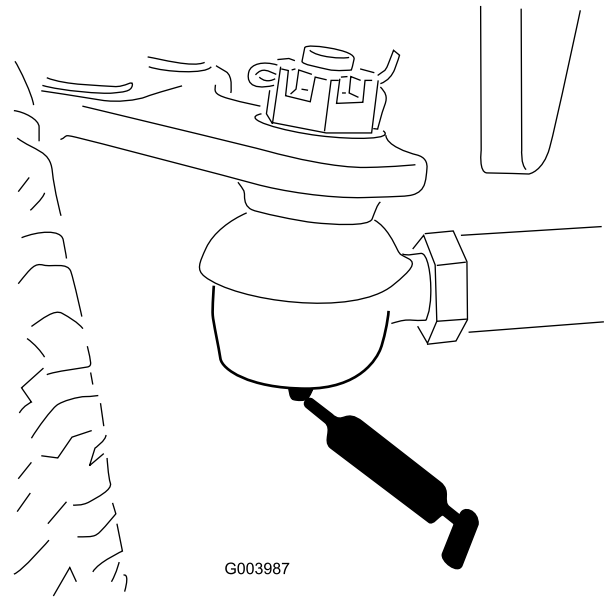

Figure 46
- Bielle d'essieu arrière (2) (Figure 46).